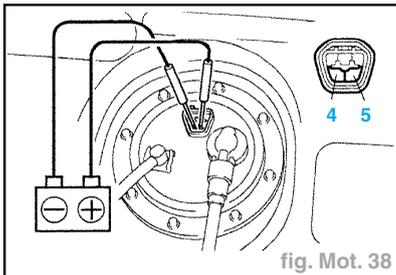

fig. Mot. 38
- Si aucun appareil d'essai portatif n'est disponible, raccorder le câble positif (+) de la batterie à la borne 4 du connecteur, et le câble négatif (-) à la borne 5 (fig. Mot. 38).